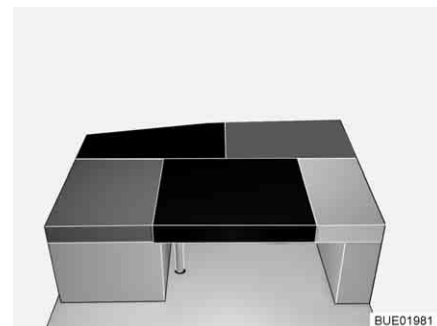

Fig. 149 Après la transformation
- Poser le coussin supplémentaire rectangulaire sur la table (entre les coussins d'assise et de dossier du siège latéral, voir Fig. 149).